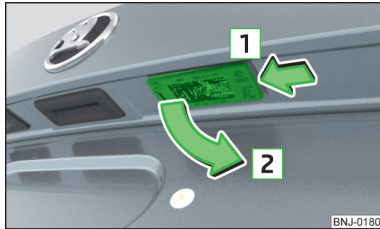

Abb. 214
- › Die Leuchte in Pfeilrichtung **[1]** » Abb. 214 eindrücken.